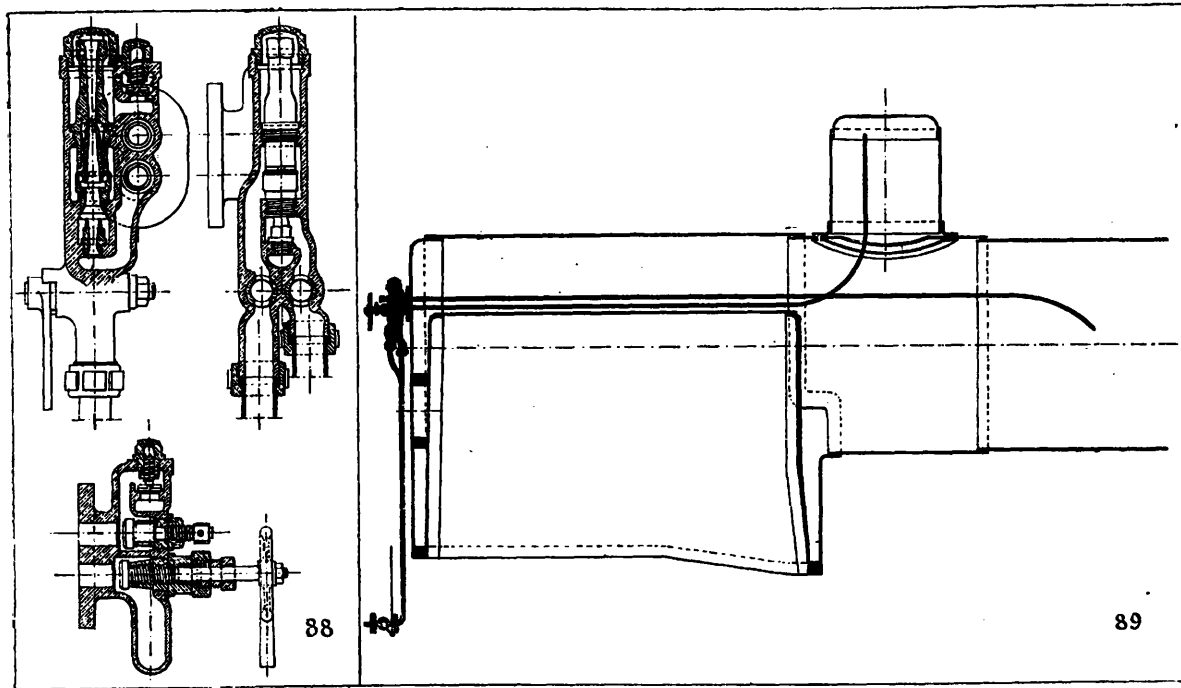

Fig. 88. Injecteur Gresham. — Fig. 89. Tuyauterie de l'injecteur Gresham.
52. Injecteur Gresham. — L'injecteur Gresham (fig. 88) est remarquable par la réunion, en une pièce unique, de la prise de vapeur, de l'injecteur même, et de la chapelle de refoulement, pièces qui sont ordinairement distinctes et raccordées par des tuyaux plus ou moins longs et contournés. Cet injecteur, qui est aspirant, se monte sur la face arrière de la chaudière : les seuls tuyaux extérieurs qu'il comporte le relie au tender et servent au dégagement du trop-plein. Un robinet, placé au point le plus bas du premier de ces tuyaux, permet de le vider lors des gelées ou bien s'il se remplit d'eau chaude, qui nuirait à l'amorçage : quand on veut ouvrir ce robinet, il ne faut pas oublier de fermer la soupape de prise d'eau sur le tender. A l'intérieur de la chaudière, et par conséquent soustraits à l'atteinte des gelées et à l'action de la pression, il y a deux tuyaux, un qui amène la vapeur sèche, un autre qui conduit l'eau vers l'avant de la chaudière (fig. 89). Ce dernier tuyau peut à la longue se remplir d'incrustations et doit être visité et au besoin remplacé lors des réparations de la chaudière, ou bien si l'injecteur refusait de fonctionner sans qu'on en trouvât d'autre cause.